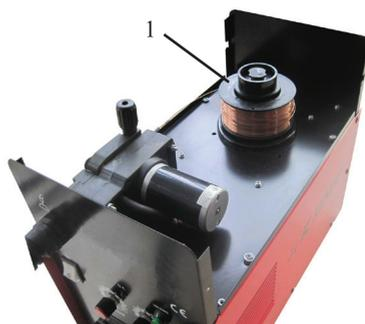

рис. 2
Открыть верхнюю крышку сварочного аппарата как показано на рис. 2.
- Наденьте катушку с проволокой на шпindelь **1** (рис. 2).